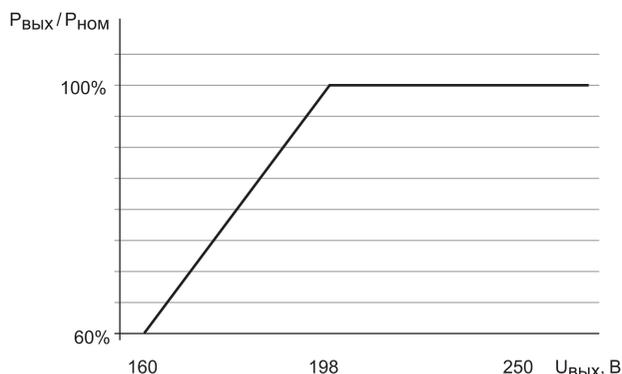

Рис. 1. Зависимость выходной мощности от входного напряжения
3. Выходная мощность стабилизатора зависит от входного напряжения (рис. 1).
Получаем результат. По графику (рис. 1) определяем поправочный коэффициент.